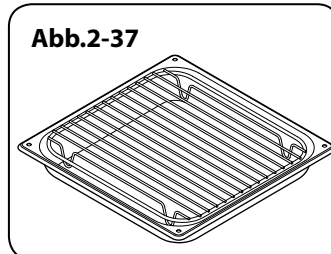

Abb.2-37
- Zwei Grill Pfannen mit Untersetzer (**Abb.2-37**)